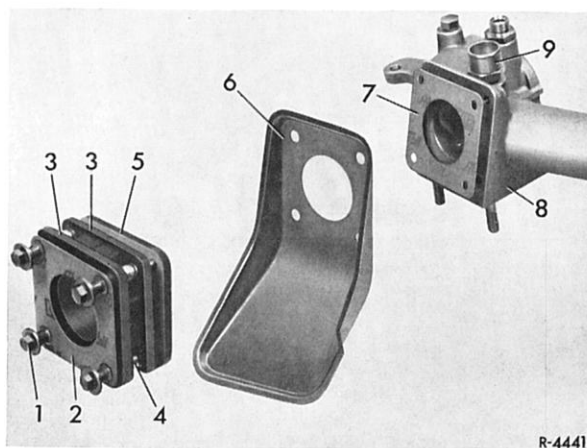

Bild 07-6/1
Die Anflanschung des Vergasers an das Saugrohr wurde neu gestaltet. Der Flansch des Vergasers bleibt gleich, dagegen wurden der Gummiflansch (3), der Isolierflansch (5) und die Befestigungsbohrungen am Saugrohr geändert. Ferner wird ein neues Abschirmblech (6) eingebaut (Bild 07-6/1).